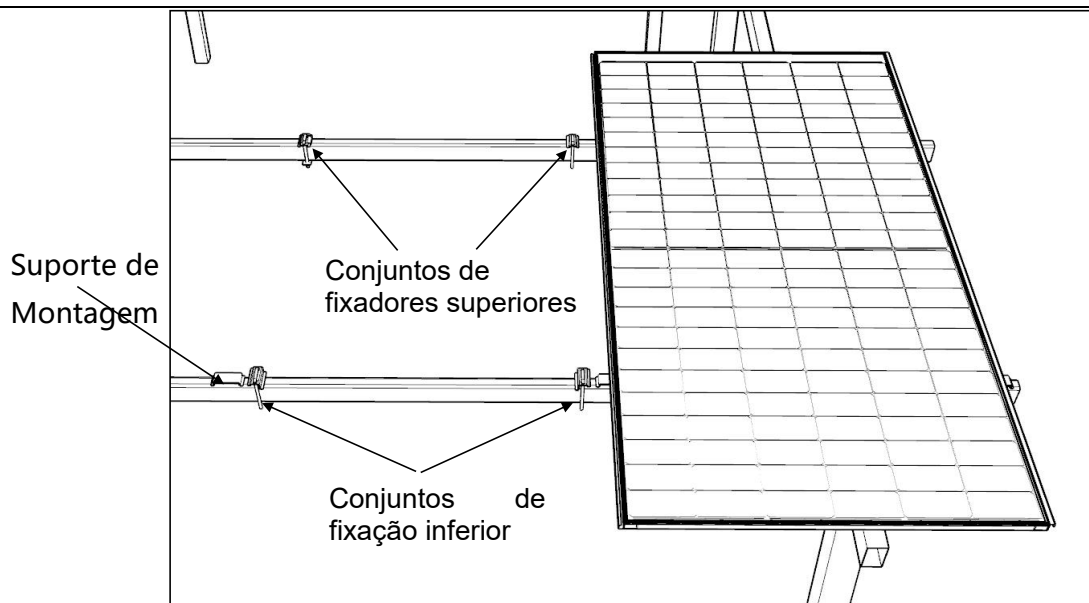

Figura 15
- 5 Para a instalação do segundo produto, primeiro coloque os conjuntos de fixação superiores e o suporte de montagem na posição (Figura 15). A distância entre os dois conjuntos de fixadores superiores ainda é de 1.147 mm e os dois conjuntos de fixadores inferiores ainda estão localizados entre os dois suportes de montagem.